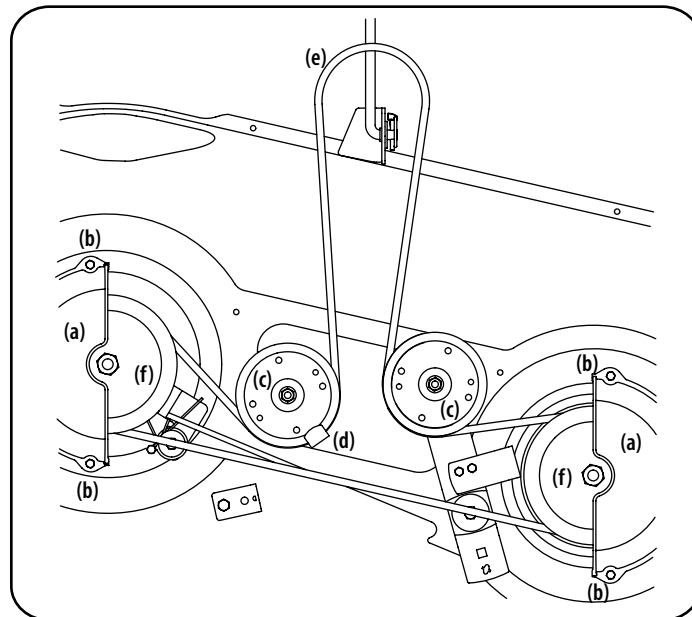

Figura 29
2. Extraiga las cubiertas de la correa (a) retirando los tornillos con arandela hexagonales (b) que las sujetan a la plataforma. Consulte la Figura 29.
4. Retire con cuidado la correa de la plataforma (e) de alrededor de las dos poleas del husillo (f) y las dos poleas locas (c) de la plataforma. Consulte la Figura 29.
5. Para colocar la correa nueva, comience pasando la correa alrededor de las dos poleas del husillo (f). Pase la correa alrededor de las dos poleas locas (c) de la plataforma. Vuelva a apretar la tuerca hexagonal de la polea loca izquierda aflojada en el paso 3. Vuelva a montar las cubiertas de la correa que se retiraron (a) en el paso 2. Consulte la Figura 29.
6. Reinstale la plataforma, comprobando que la correa se ha pasado alrededor de las poleas como se indica. Consulte la Figura 29.